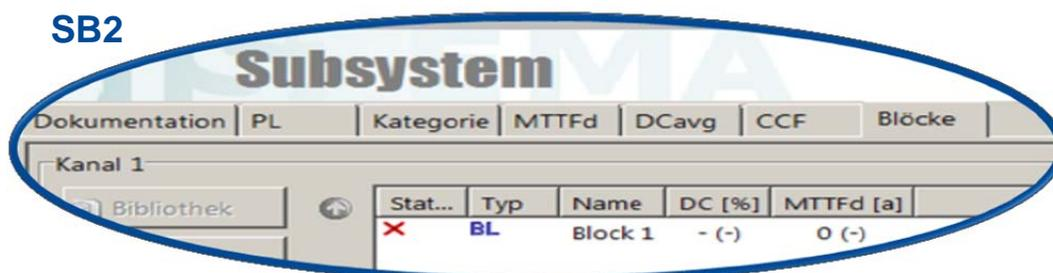

Abbildung 25: Alternativen zur Abbildung von Bau-/Steuerungsteilen (Beispiel Subsysteme)
1. Die resultierenden Kennwerte (z. B. PL, PFH_D , $MTTF_d$) der Bau-/Steuerungsteile sind nicht in SISTEMA berechnet worden, sondern auf anderen Wegen. Dann können diese Kennwerte direkt in die geeigneten SISTEMA-Objekte eingetragen werden (Abbildung 25, Beispiel SB1). Diese Alternative ist im Abschnitt 8.1.1 beschrieben.
2. Die resultierenden Kennwerte werden in SISTEMA aus mehreren definierten Unterobjekten berechnet (Abbildung 25, Beispiel SB2). Dabei können die Kennwerte offen bleiben, die man nur in Kenntnis der Applikation festlegen kann, z. B. n_{op} . Diese Alternative ist im Abschnitt 8.1.2 beschrieben.